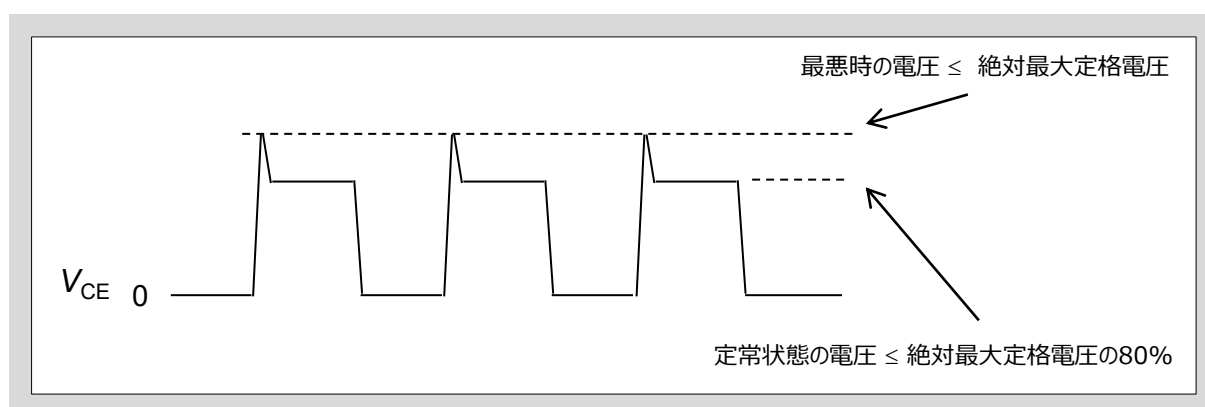

図3-10 スイッチング時の電圧波形
- 図3-10に示すように、定常状態の電圧が絶対最大定格電圧の80%以下で設計・ご使用ください。サージを含めた最悪時の電圧が絶対最大定格以内で設計・ご使用ください。